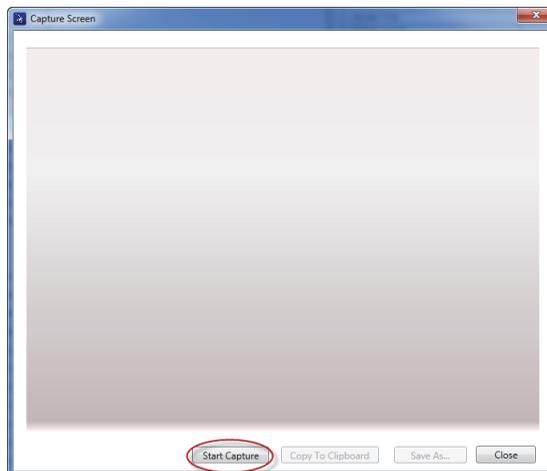

Abbildung 7-2 Dialogfeld Capture Screen
Das Dialogfeld **Capture Screen** wird eingeblendet (siehe Abbildung 7-2 auf Seite 190).
4. Im Dialogfeld **Capture Screen** klicken Sie auf **Start Capture** (siehe Abbildung 7-2 auf Seite 190).